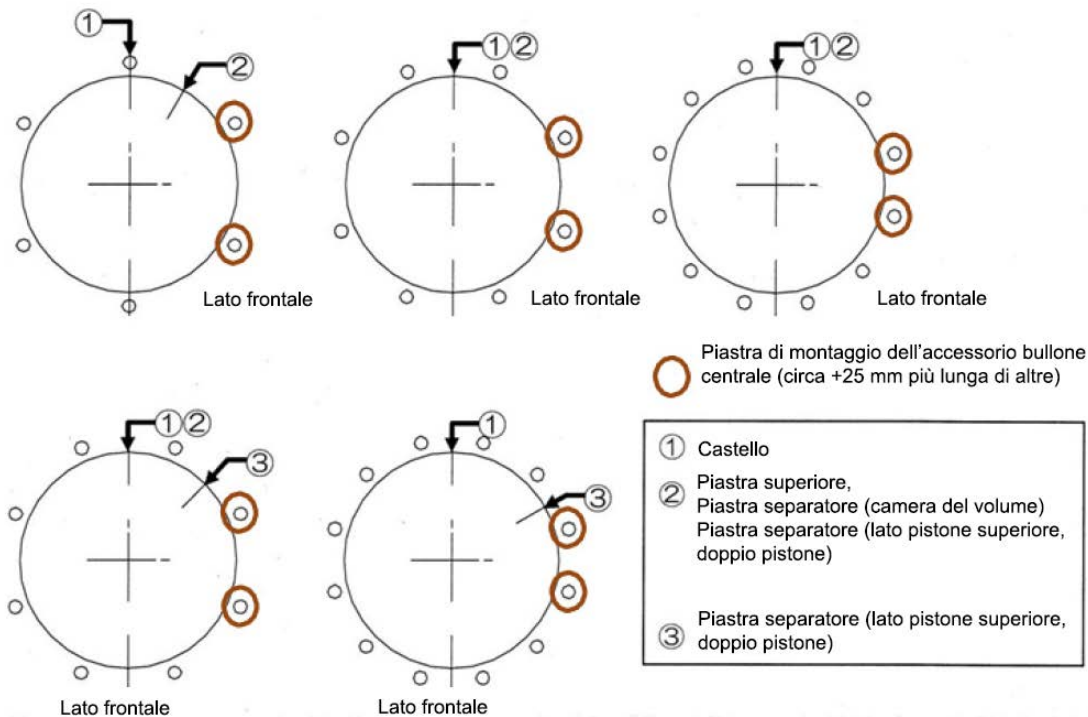

Figura 13 - Posizionamento del bullone centrale
7. Sostituire il tubo del cilindro (14) e la piastra superiore (17) solo con un movimento assiale. Ricoprire la superficie interna del tubo del cilindro con grasso siliconico.
8. Assicurarsi che le posizioni dei collegamenti dell'aria siano corrette. Inserire i bulloni centrali nei fori della piastra superiore e del castello. Montare le rondelle elastiche e i dadi e serrarli leggermente a mano. Montare a mano le rondelle elastiche e i dadi sul lato inferiore del castello. Assicurarsi che la posizione dei bulloni centrali (circa +25 mm più lunghi di altri) per la piastra di montaggio degli accessori, se in dotazione, sia conforme alla Figura 13.